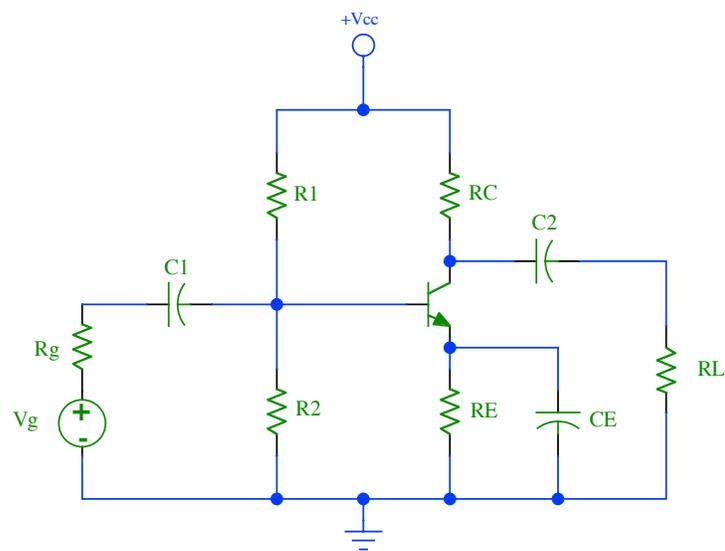

Figura 9: Amplificador en configuración *Emisor-Común* con capacitor C_E para compensación de ganancia ($C_1 = C_2 = \infty$).
1. Arme el circuito mostrado en la figura 9 empleando los valores de componentes calculados en la práctica 3.